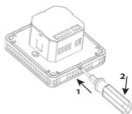

Рис. 1
2. Снимите фронтальную крышку, как показано на Рис. 1.